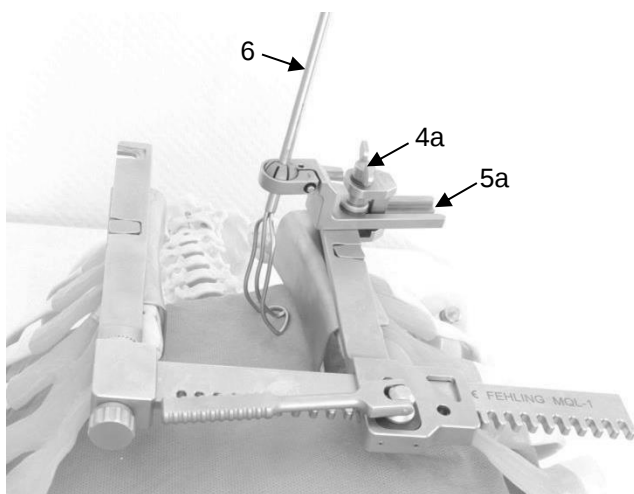

Fig. 9 : Exemple de configuration pour l'écarteur sternal universel CEBOTARI avec crochet atrial
Pour positionner les crochets atriaux (6) (voir Tableau 2, page 10), ceux-ci sont placés en un endroit quelconque (même au niveau des valves) sur les bras écarteurs à l'aide de l'élément de fixation MZZ-1Q (4a) ainsi que d'un adaptateur sphérique (5a) approprié (Fig. 9).